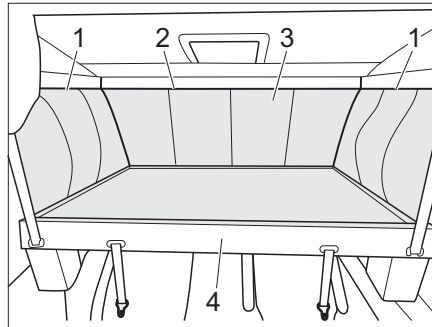

Bild 85 Zugang zum Rollokasten
- Hubbett (Bild 85,4) absenken (siehe Kapitel 7.15.3).
- Um den Hubbetsack (Bild 85,3) zu lösen, seitliche Reißverschlüsse (Bild 85,1) im oberen Bereich von vorne nach hinten und im vorderen Bereich (Bild 85,2) öffnen.
- Hubbetsack (Bild 85,3) abziehen (Klettbefestigung).